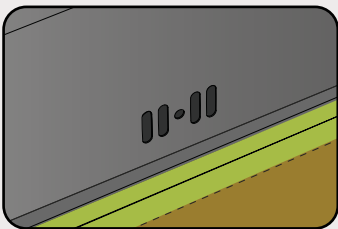

Fig. 6
Se a cuba tiver a opção do escape (ladrão), observar para que os furos não sejam cobertos pela massa (fig. 6).
*If the bowl is equipped with an overflow, please check that these holes are not covered by the sealing compound (fig. 6).
Si la cubeta tiene una opción de reboso, observar que no se tapen los agujeros con la masilla (fig. 6).*